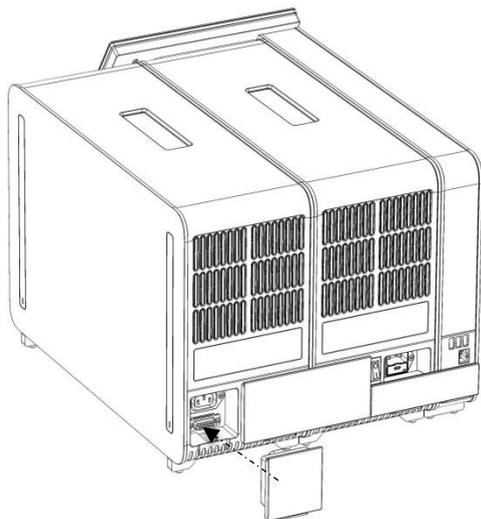

Figura 16. Conectando a Ponte de terminação.
7. Conecte a Ponte de terminação na parte traseira do Módulo analítico (Figura 16).